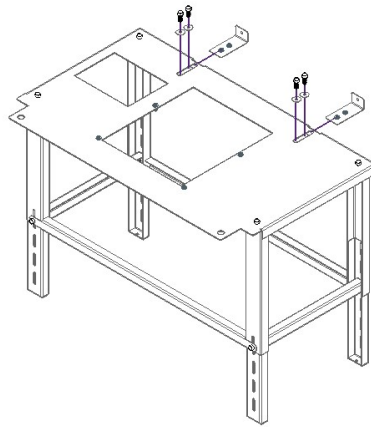

Figure 5 - Montage de la table auxiliaire
4. Placez les deux carrés à travers l'ouverture de la table et placez une vis et une rondelle dans chacun. Ne serrez pas les vis à fond, juste assez pour permettre aux carrés de bouger, Figure 5.